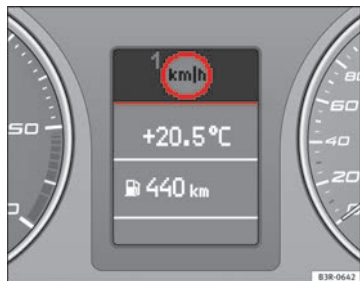

Fig. 57 Pantalla: Aviso sobre la velocidad
velocidad del vehículo sobrepase en unos 10 km/h la velocidad programada, se emite una señal acústica de aviso. Al mismo tiempo aparece un símbolo de advertencia en la pantalla digital ⇒ fig. 57.
El símbolo del dispositivo de aviso sobre la velocidad en la pantalla  del límite de aviso 1 ⇒ fig. 57 se visualiza si se supera la velocidad máxima programada. Se apagará de nuevo cuando la velocidad del vehículo sea inferior a la velocidad máxima programada.
- Pulse la tecla CHECK hasta que aparezca el símbolo ⇒ fig. 57.